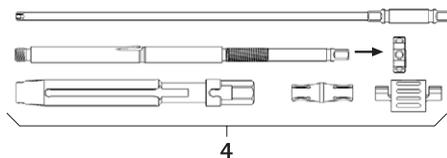

Fig. 2
- ▶ Desmontar a alavanca de reposição 4, ver Fig. 2. Desarmar completamente a alavanca de reposição e desapertar a porca tensora.